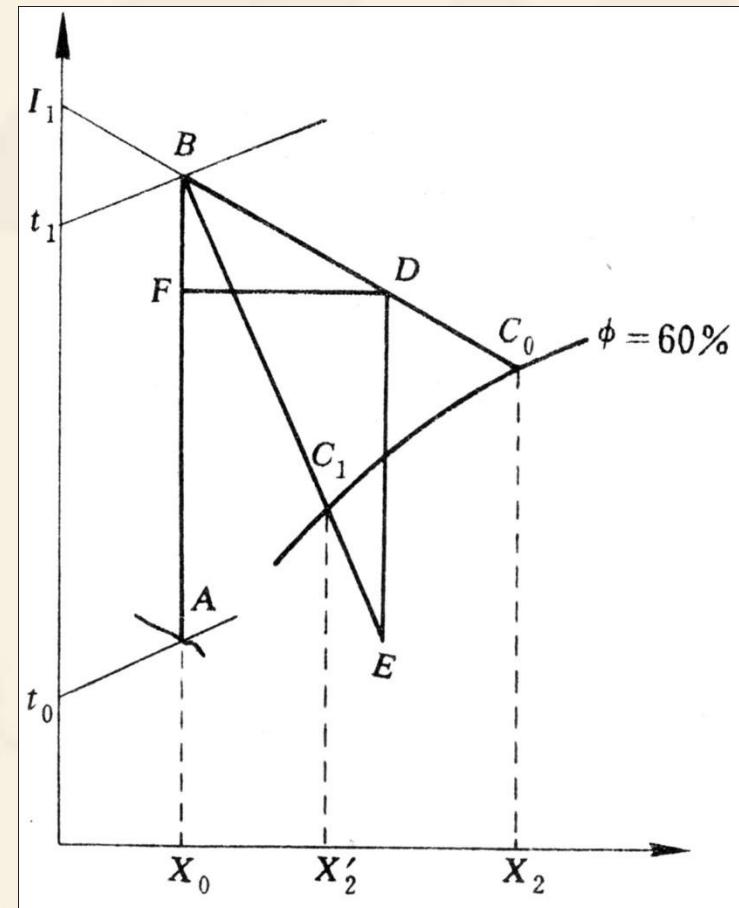

图3.4 例题2附图
(3) 在I-X图上作出理论干燥过程ABC₀线见图3.4, 根据t₀为15°C, 每千克干空气具有的湿含量x₀为0.008 kg/kg, 在I-X图上作A点, 此时I₀=8 kcal/kg(33 kJ/kg)。